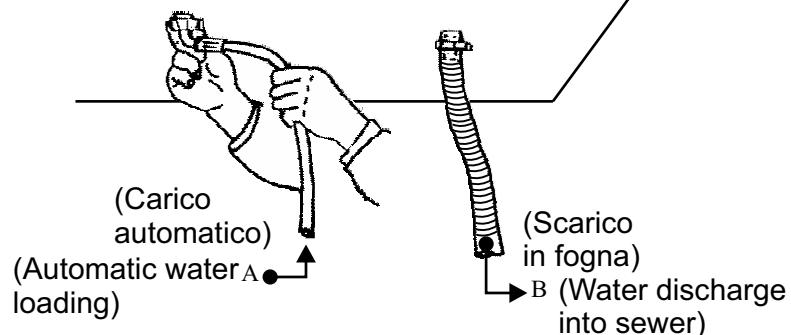

Fig.2
1. Sluit de stekker op het elektriciteitsnet aan zoals beschreven in hoofdstuk 8. **2.** Druk de schakelaar (**A**) van het elektrische openings- en sluitingssysteem op stand II tot deze volledig tot de eindaanslag geopend is. **3. N.B.:** Verzeker u ervan dat de verwarmende platen en lampen al minstens 10 minuten uit zijn alvorens de koepel te sluiten (zie Fig. 2).
Se si utilizza la cappa non completamente aperta "H1" e poi si dovesse cambiarla di nuovo l'altezza d'apertura in "H2 ...", prima vanno resettati gli attuatori (A)(FIG.2), portando SEMPRE a fine corsa, superiore o inferiore, la cappa. Per evitare eventuali disassamenti fra loro. **IMPORTANTESSIMO**
When using the dome not completely open "H1" and afterwards one changes again the height of the opening like "H2", you have to reset before the lifting motors (motoreducers) (A)(FIG.2) bringing the dome ALWAYS at its upper or lower limit stop. This to avoid any eventual misalignment between the two motoreducers. **VERY IMPORTANT !**
Wenn die Abdeckhaube nicht komplett hochgefahren utilisiert wird "H1" und die Hoehe zwischendurch versteilt wird "H2", muss man Antriebemotore (A) (FIG.2) zurueckstellen (Reset) und die Abdeckhaube IMMER komplett hochfahren oder komplett herunterfahren um Fluchtfehler zu vermeiden.
MUY IMPORTANTE. Si la campana se usa no completamente elevada H1 y en seguida se cambia el nivel de elevación en H2 , hay que reajustar los motores (A)(FIG.2) llevando SIEMPRE la campana, hasta el limite, inferior o superior, para evitar posible desviaciones entre los motores.
Dans le cas où le couvercle n'est pas complètement ouvert « H1 » et vous devez le ouvrir encore en « H2 », avant de faire ça il faut réinitialiser les motoreducteurs (A)(FIG.2) en conduisant TOUJOURS en fin de course vers le haut ou vers le bas, le couvercle.
1. Die Kuppel festhalten. **2.** Strom wie abschalten. **3.** Lüftungsgitter entfernen. **4.** Lösen Sie die Befestigungsschrauben des Motorlagers, die sich an den Außenseiten unter der Wanne befinden. **5.** Ziehen Sie den Motor aus dem Motorlager. **6.** Sollte der Motor mit der Hubkette innerhalb des Führungsrohrs blockiert sein, müssen alle Schrauben des Lagers abgeschraubt und der Motor und die Kette nach unten herausgezogen werden. **7.** Die Stromversorgungskabel vom Motor trennen. **8.** Den Motor ersetzen und alles in der ursprünglichen Position wieder montieren (siehe Abb. 2).
1. Lower the cover. **2.** Turn the appliance off. **3.** Remove the ventilation grilles. **4.** Loosen the fixing screws of the motor support, on the outside, under the basin. **5.** Take the motor out of the support. **6.** If the motor is blocked by the lifting chain inside the guide tube, you must remove all screws of the support and proceed to remove the motor and chain from the bottom. **7.** Disconnect the motor's power supply wires. **8.** Replace the motor and refit all components removed (see fig.2)
1. Ondersteun de koepel. **2.** Sluit de elektriciteit af. **3.** Verwijder de ventilatieroosters. **4.** Draai de bevestigingsschroeven van de motorbehuizing aan de buitenzijden, onder de bak, los. **5.** Haal de motor uit de behuizing. **6.** Indien de motor door de hefketting in de geleidebuis geblokkeerd is, dient u alle schroeven van de behuizing los te draaien en de motor en de ketting naar beneden weg te nemen. **7.** Maak de elektriciteitsdraden van de motor los. **8.** Vervang de motor en breng alles weer in de oorspronkelijke staat terug (zie Fig. 2)